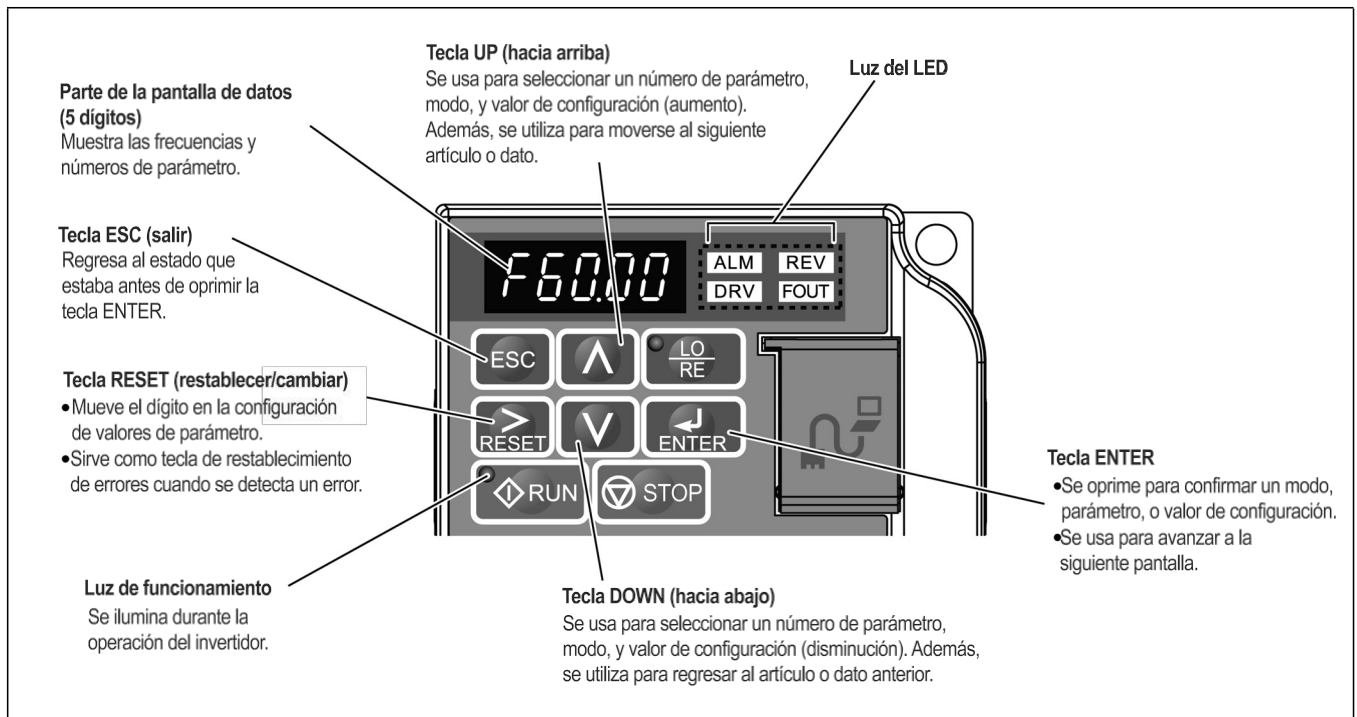

Figura 3-8 Interfase del teclado/pantalla del VFD
- 3.6.4 El VFD se controla mediante una interfase de teclado/pantalla. Consulte la Figura 3-8 para las funciones y descripciones de la interfase del teclado/pantalla.